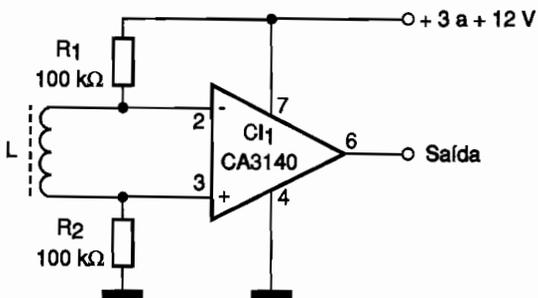

Figura 1
Campos magnéticos podem ser detectados com o circuito mostrado na **figura 1**, cujo sensor é uma bobina (L). Maior será a sensibilidade do circuito quanto maior for o número de espiras desta bobina. Para detectar campos magnéticos muito fracos, use uma bobina com pelo menos 10 000 espiras de fio fino com um núcleo de ferrite aberto. O enrolamento primário de um pequeno transformador de força sem núcleo pode ser empregado para esta finalidade. O consumo do circuito é extremamente baixo, o que possibilita sua alimentação por pilhas. O circuito detecta apenas variações de um campo e não campos magnéticos estáticos.